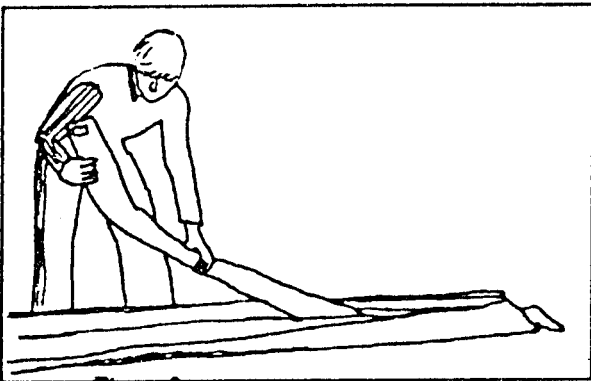

Figure 5
- 2) ÖFFNE DEN REIBVERSCHLUß NIMM DIE SEGELLATTEN HERAUS UND ENTFERNE DEN TRAPEZSCHUTZSACK. (FIGURE 5+6).